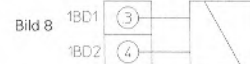

Bild 8
-> ohne Gleichrichter without rectifier -> Bild 8